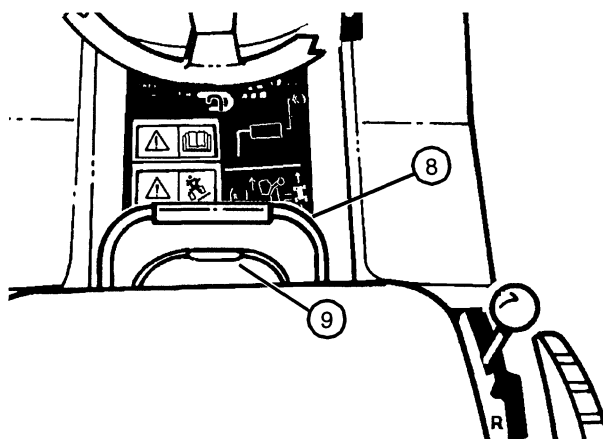

FIGURE 19
- Descendre légèrement le levier de levage (8) du bloc tondeuse et tenir avec le pouce le levier de blocage (9) descendu (voir Fig. 19).